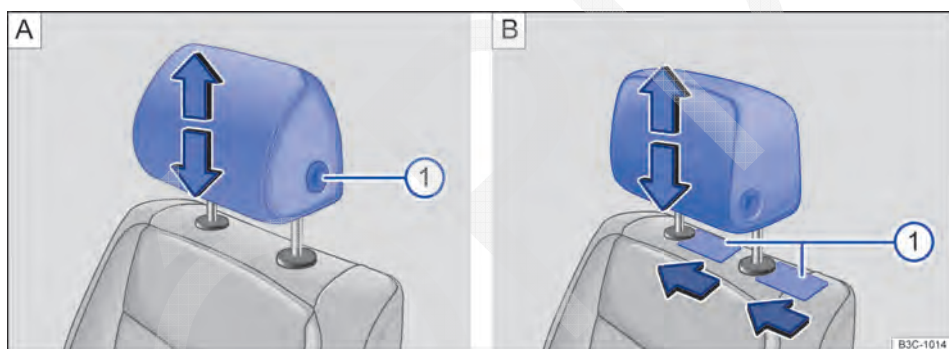

Fig. 48 Desinstalar o apoio para cabeça dianteiro: em veículos sem (A) e com (B) apoios para cabeça ajustáveis na longitudinal.
- Retirar o apoio para cabeça com o botão ⇒ Fig. 48 A ① totalmente pressionado.
- Empurrar um objeto plano, por exemplo, um cartão de plástico, nos dois lados entre o revestimento do encosto do banco e a capa de cobertura da barra guia do apoio para cabeça e, ao mesmo tempo, com uma leve pressão, destravar as barras retentoras ⇒ Fig. 48 B ①.
- Empurrar o apoio para cabeça para baixo com o botão ⇒ Fig. 48 A ① totalmente pressionado.